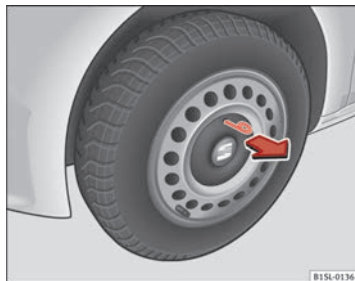

Fig. 133 Retire os tampões das jantes de aço.
- *Para desmontá-lo*, retire o gancho metálico das ferramentas de bordo e encaixe-o na extremidade do embelezador ⇒ Fig. 133.